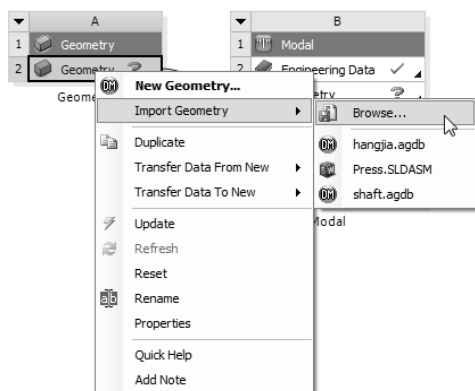

图 6-73 选择【Import Geometry】|【Browse】命令
1) 在 A2 栏的【Geometry】上单击鼠标右键，在弹出的快捷菜单中选择【Import Geometry】|【Browse】命令，如图 6-73 所示，弹出【打开】对话框。